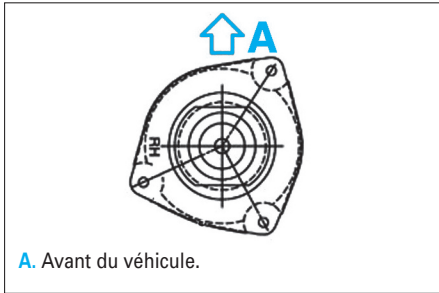

Fig. 6
- Positionner le repère du support d'amortisseur comme indiqué sur l'illustration (Fig.6).